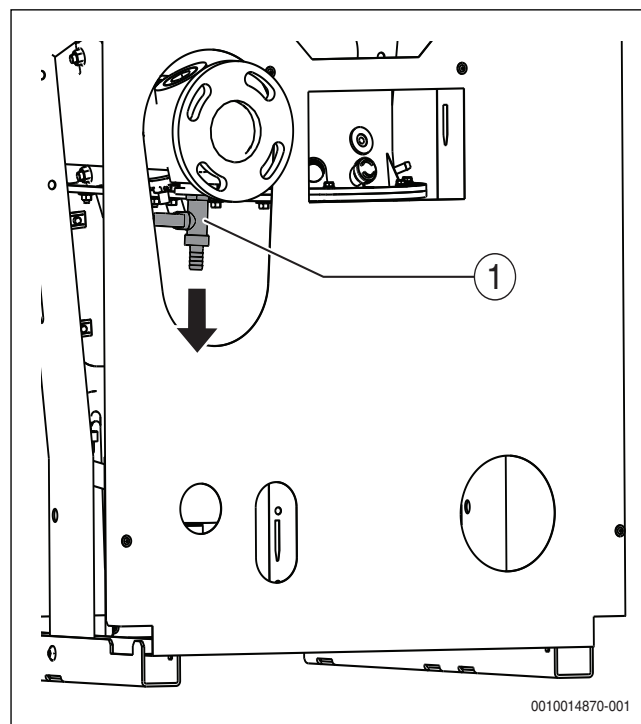

Рис. 16 Демонтаж сливного крана (показан котёл с фланцевыми соединениями, правое исполнение)
- ▶ Демонтируйте сливной кран на обратной линии (→ рис. 16)